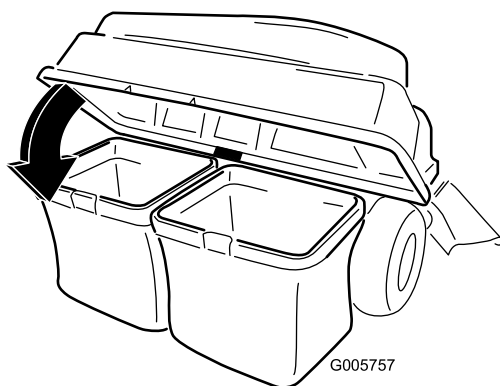

Figura 18
3. Baje la tapa del ensacador sobre la bolsa (Figura 18).